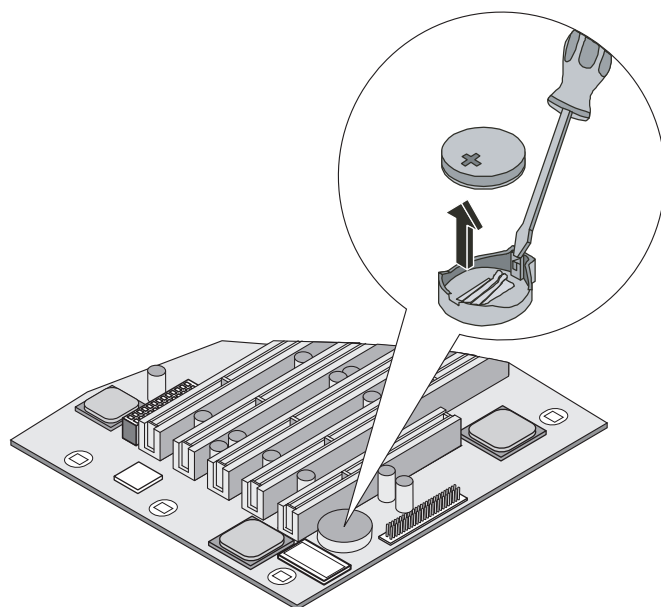

Figura 5-3: Sostituzione della batteria
5. Rimuovere la batteria esistente. Fare riferimento alla figura 5-3.